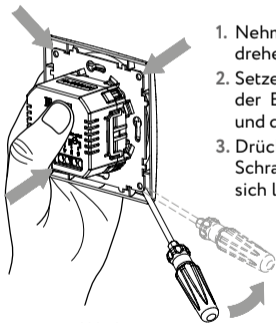

Abb. 4
2. Setzen Sie den Schraubendreher an der Ecke zwischen dem Stahlrahmen und dem Florence-Rahmen an (Abb. 4).